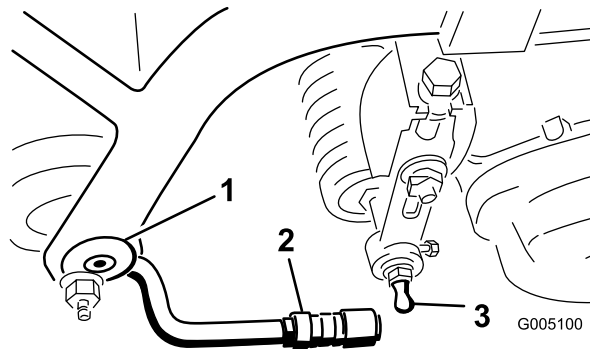

Figura 9
2. Monte una arandela y un espárrago con bola en cada extremo del rodillo delantero de las unidades de corte (Figura 9).
4. Tire hacia atrás del manguito que cubre la junta de rótula, y gire hacia abajo el brazo de tiro hasta que la rótula encaje sobre la bola del espárrago. Suelte el manguito para que pueda deslizarse sobre el espárrago, afianzando el conjunto (Figura 9).